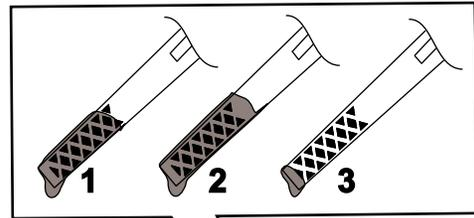

Figure 9
5. Observez le niveau d'huile indiqué par la jauge (Figure 9).
2. Retirez la jauge (Figure 9).